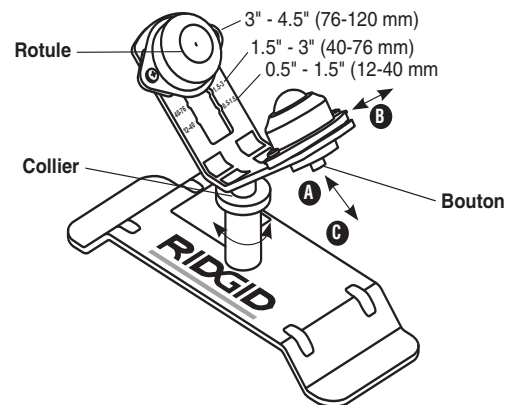

Figure 1 – Porte-tubes PC116TS
- b. Amenez la rotule jusqu'au repère approprié (Figure 1).